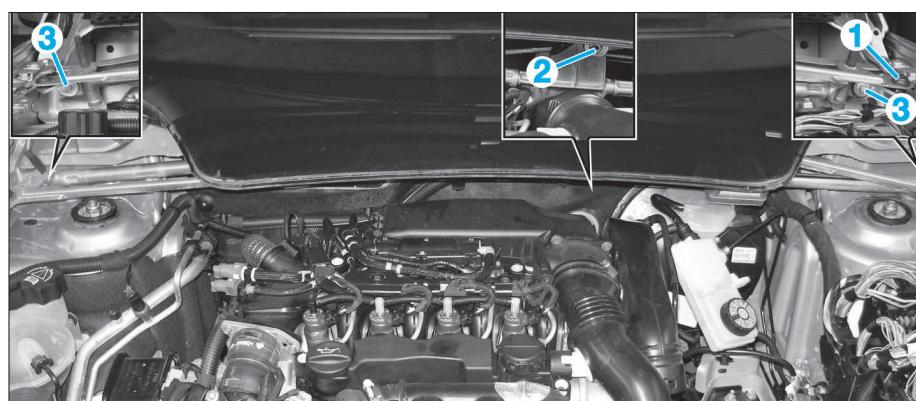

FIG. 15
- À l'aide d'un tournevis, déclipper la rotule (1) (Fig.15).
- Déposer les vis de fixations latérales (3) et l'écrou central (2) du mécanisme d'essuie-vitre.